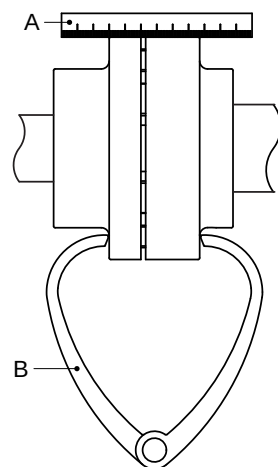

Abbildung 4: Ausrichten der Kupplung mit Hilfe eines Lineals und einem Außentaster.
- 1 Ein Lineal (A) auf die Kupplung legen. So viele kupferne Ausgleichscheiben wie nötig unterlegen oder entfernen, um den Elektromotor auf die korrekte Höhe zu bringen, sodass die gerade Kante beide Kupplungshälften über die gesamte Länge berührt, siehe Abbildung 4.
- 3 Die Ausrichtung nochmals mit einem Außentaster (B) an 2 diametral einander gegenüberliegenden Stellen an den Seiten der Kupplungshälften prüfen, siehe Abbildung 4.